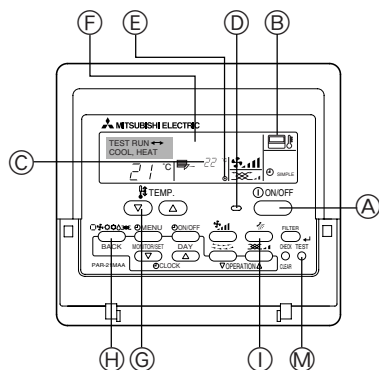

Fig. 7-1
7.2.1. Использование проводного пульта дистанционного управления (Fig. 7-1)
- ① Включите питание по крайней мере за 12 часов до начала пробного прогона.
- ② Дважды нажмите кнопку [TEST]. ⇒ "TEST RUN" на ЖК-дисплее
- ③ Нажмите кнопку [Mode selection] (Выбор режима). ⇒ Убедитесь в том, что воздух выдувается.
- ④ Нажмите кнопку [Mode selection] (Выбор режима) и переключитесь на режим охлаждения (или обогрева). ⇒ Убедитесь в том, что выдувается холодный (или теплый) воздух.
- ⑤ Нажмите кнопку [Fan speed] (Скорость воздушного потока). ⇒ Убедитесь в том, что скорость воздушного потока переключилась.
- ⑥ Проверьте работу вентилятора наружного прибора.
- ⑦ Выключите пробный прогон нажатием кнопки [ON/OFF]. ⇒ Стоп
- ⑧ Введите телефонный номер.